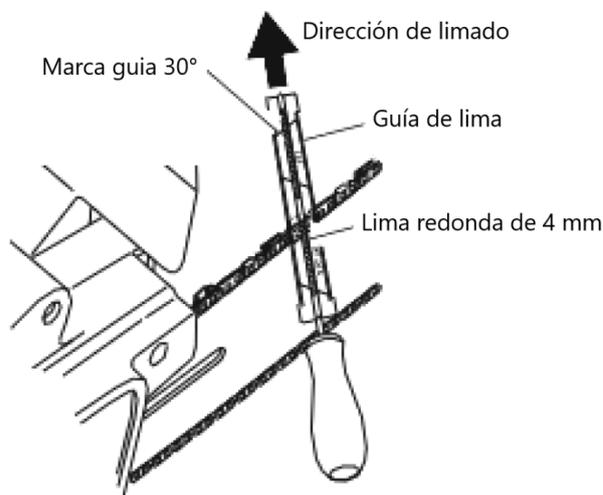

Figura 12
3. Presione la lima redonda de 4mm (fijada a la guía de la lima) en la ranura entre la placa superior y el calibrador de profundidad de la cadena. La guía de la lima debe apoyarse tanto en la placa superior como en el calibrador de profundidad (**ver Figura 12**). (Nota: Lime en el punto medio de la barra guía).